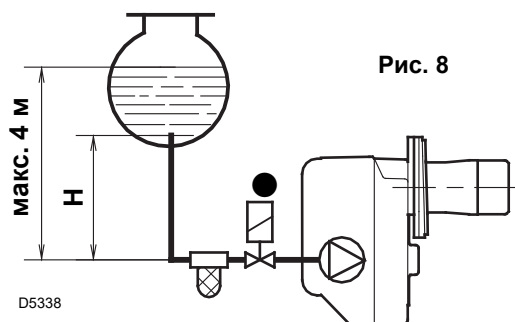
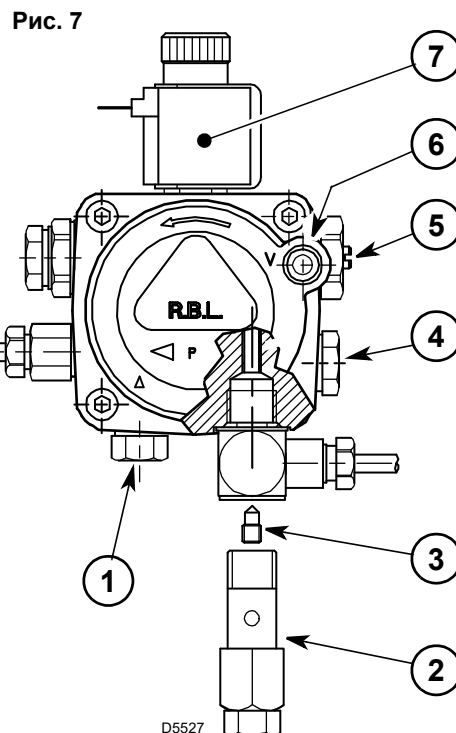

Рис. 8
Рис. 7
- Насос предназначен для работы в режиме двухходовой системы. Для работы в режиме одноходовой системы необходимо открутить штифт 2), снять перепускной винт (3), затем закрутить (2) (см. рис. 7).
В системе на рис. 8 достаточно ослабить штуцер вакуумметра (6, рис. 7) и подождать, пока начнет вытекать топливо.
Манометр для проверки давления устанавливается вместо колпачка (4, рис. 7, стр. 4).